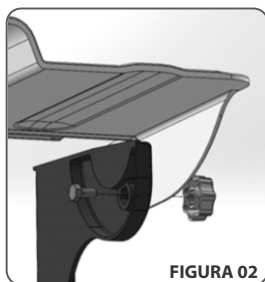

FIGURA 02
- > Ubique el direccionador sobre las dos placas laterales, encaje el tornillo en la parte interna de la placa de soporte y atornille la perilla, según la **Figura 02 - Placa Lateral Derecha**.